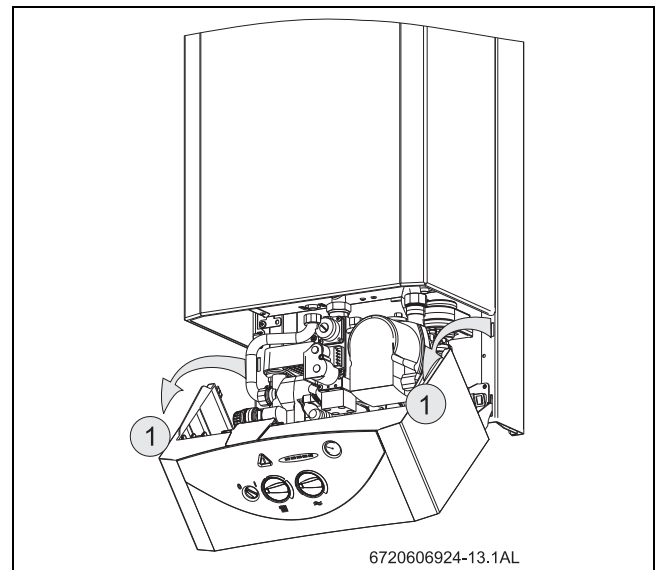

Fig. 22 Position de réglage
- Mettre l'appareil hors service (O) au moyen de l'interrupteur principal.
- Enlever l'habillage (voir Fig. 22).
- Accrocher le tableau électrique dans la position de réglage (voir Fig. 22).
- Desserrer la vis d'étanchéité (3) et raccorder le manomètre en U au raccord de mesure.